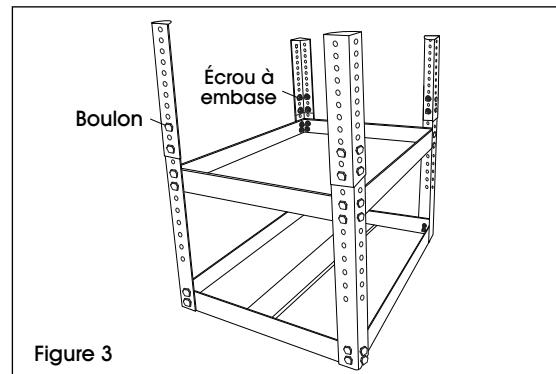

Figure 3
- Placez les pattes à la hauteur désirée à l'extérieur des pieds et fixez-les avec quatre boulons et quatre écrous à embase sur chaque patte. Serrez tous les boulons. (Voir Figure 3)